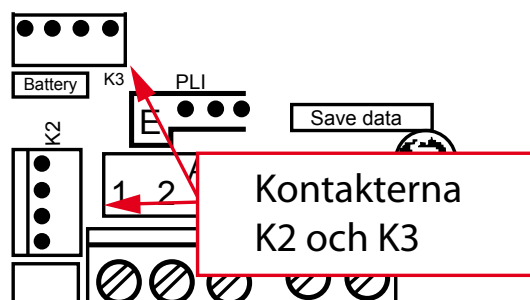

Fig 1, Kopplingsplint F4
3. Gör mätaren spänningslös genom att koppla ur de fyrpoliga kontaktarna K2 och K3, se fig.1.